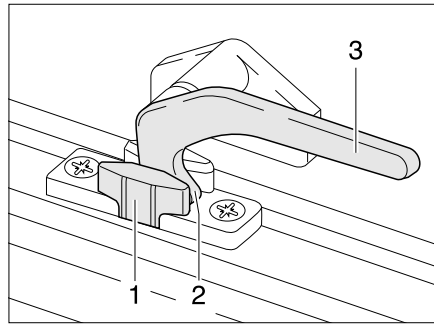
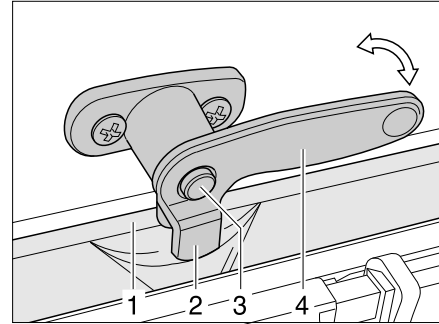

Fig. 73 Levier de verrouillage en position "Aération permanente"
Fig. 74 Levier de verrouillage avec bouton de sécurité en position "Aération permanente"
- En position "Aération permanente" (Fig. 73)
- Si présent, enfoncer le bouton de sécurité (Fig. 74,3) et le maintenir enfoncé.
- Tourner le levier de verrouillage (Fig. 73,3 ou Fig. 74,4) d'un quart de tour vers le centre de la fenêtre.
- Remettre le levier de verrouillage en position initiale. Le tenon de verrouillage (Fig. 73,2 ou Fig. 74,2) doit pénétrer alors dans le logement prévu à cet effet dans le verrouillage de fenêtre (Fig. 73,1 ou Fig. 74,1).